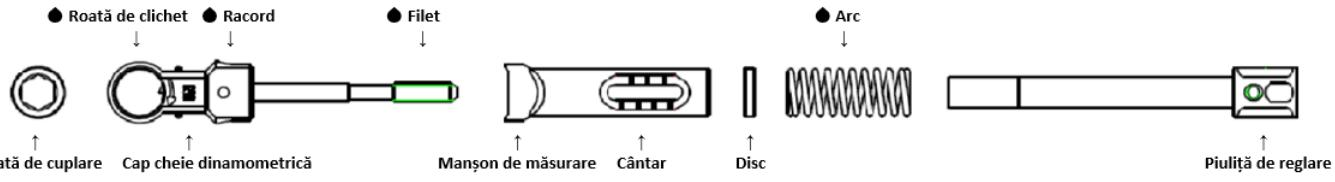

Figura 3
Cheia dinamometrică cu clichet trebuie demontată înainte de curățare (indiferent de tipul de curățare), în piesele sale individuale. Acest proces este posibil fără instrumente. Pentru acesta, numai piulișa de reglare este complet desurubată. (a se vedea **Figura 3**)
- – Arile marcate (a se vedea Figura 3) se ung ușor cu ulei de îngrijire a instrumentelor.